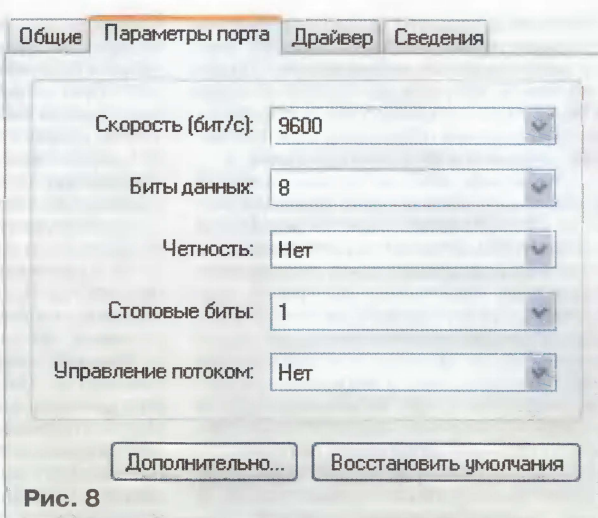

Рис. 8
4. Пройдя по пути Пуск→Настройка→ Панель управления→Система→ Оборудование→Диспетчер устройств, убедиться, что в системе появился новый виртуальный COM-порт и ему автоматически присвоен номер, например COM6. Настроить его, как показано на рис. 8.